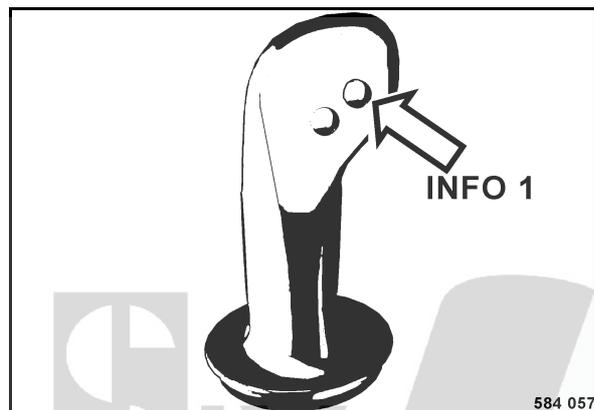

fig. 59
- Appuyer sur la touche Info 1 (fig. 59) (au dos du levier de commande de la marche).